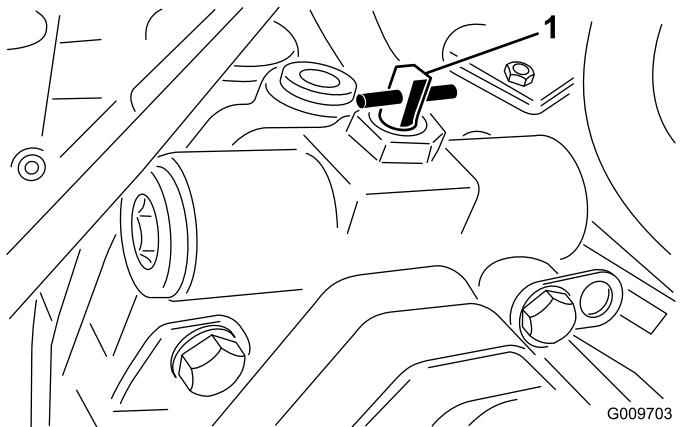

図 17
2. バイパスバルブのレバー 図 17 を右または左に90°回転4分の1回転させると内部でバイパスが形成される。これにより、トランミッションを破損することなく機械を押して移動できるようになる。バルブを開けたとき、どちらの方向に回したかを覚えておくこと。